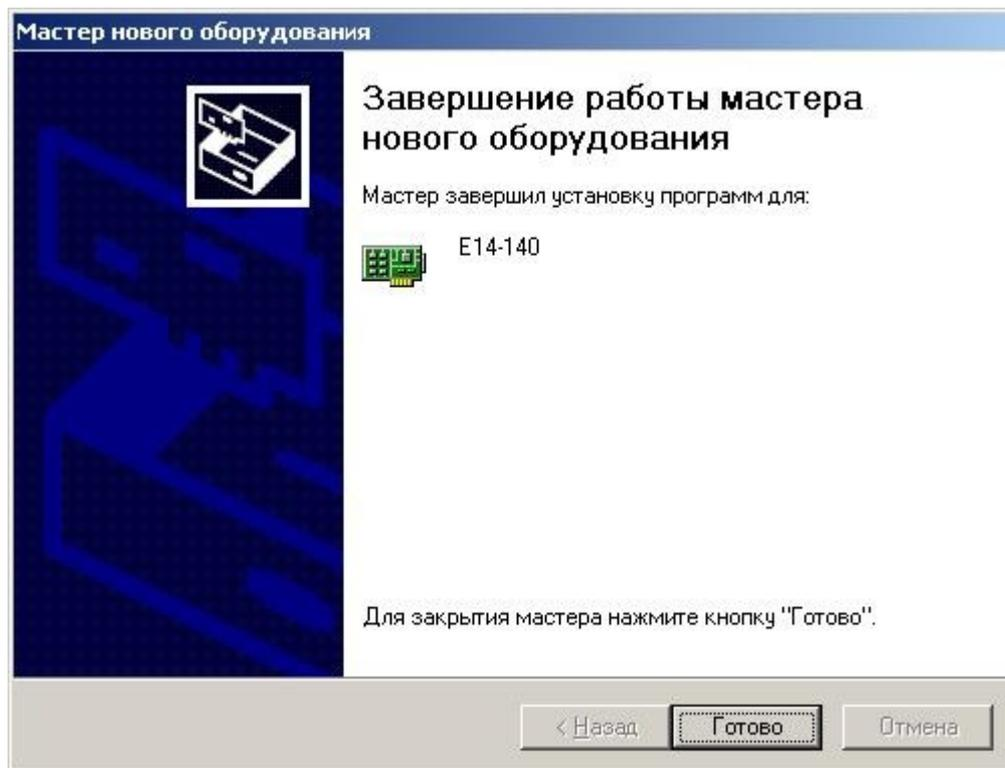

Рисунок 8
1.6. Для завершения установки нажать на кнопку «Готово» (рисунок 8).